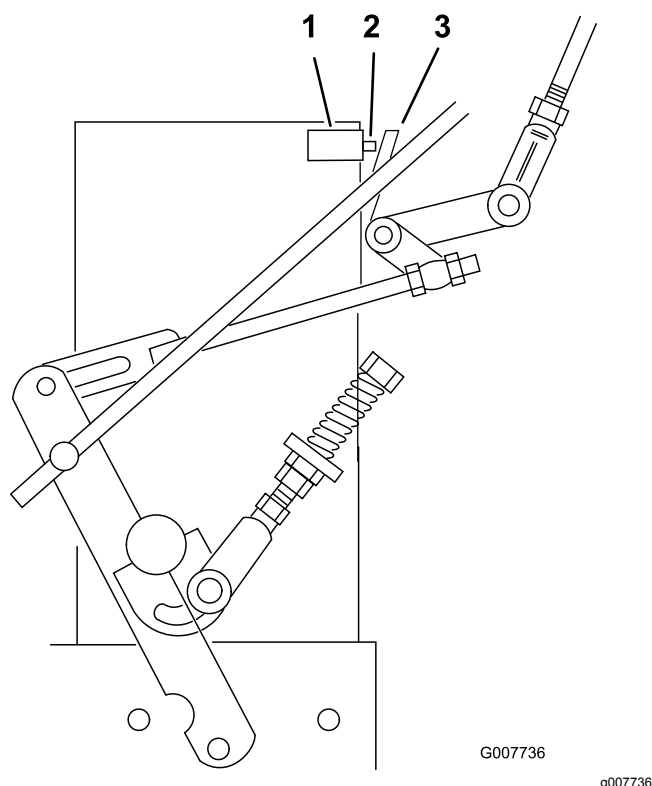

Figura 33
7. Verificate che l'interruttore di sicurezza sia premuto e che vi sia uno spazio di 8 mm tra la linguetta attuatrice e l'interruttore (Figura 33).
8. Se necessario, regolate la posizione del microinterruttore in modo tale da ottenere uno spazio di 8 mm (Figura 33).